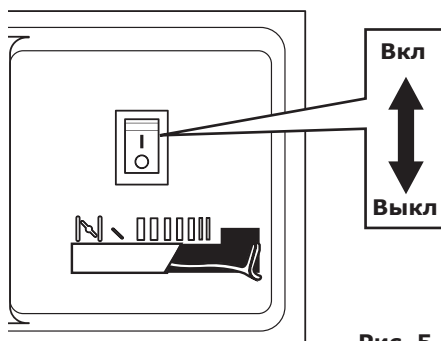

Рис. 5
- Поставьте выключатель зажигания в положение «ВКЛ» (рис. 5).